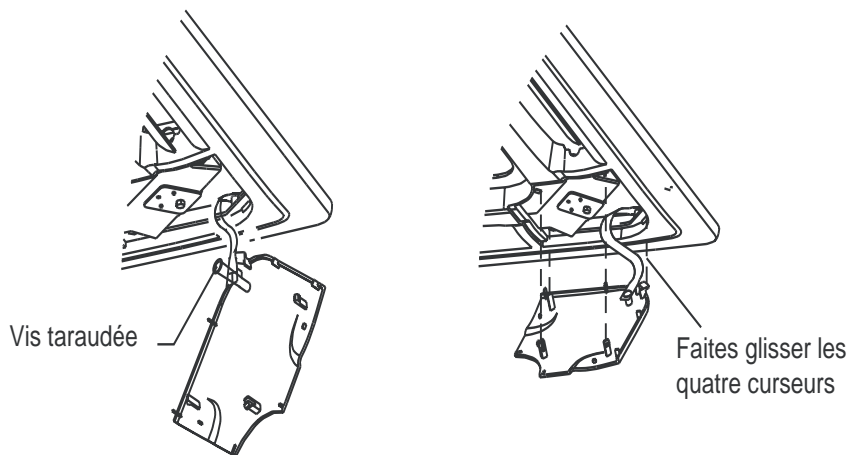

Fig.26
1. Attachez la corde du cache-angle sur la vis du cache-angle. (fig.26)
2. Appuyez légèrement sur le couvercle dans le panneau. (fig.26)